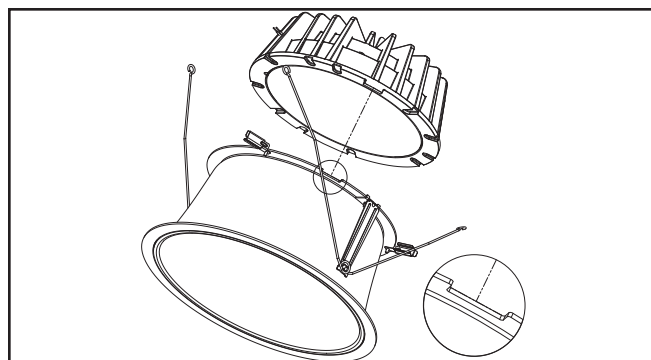

Figure 4.
2. Assemblage de moteur lumineux à DEL avec fente sur la garniture (Figure 4).